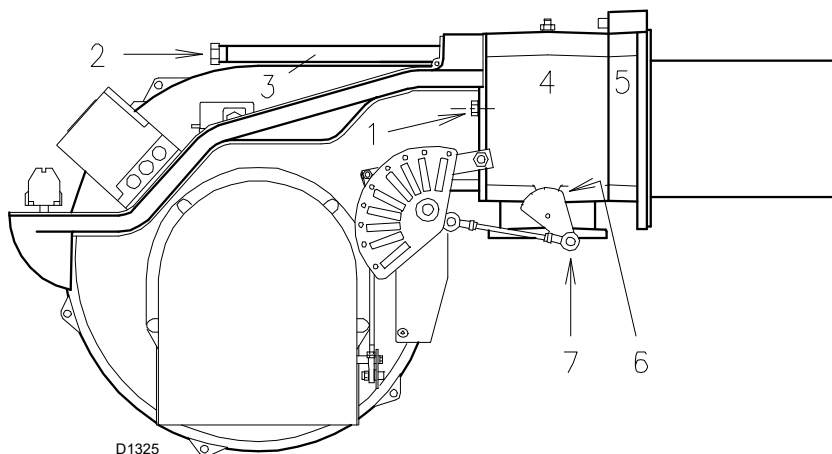

Fig. 16
- insérer les câbles de la sonde et de l'électrode, puis faire glisser le brûleur jusqu'au manchon, le brûleur doit rester dans la position illustrée dans la Fig. 16;